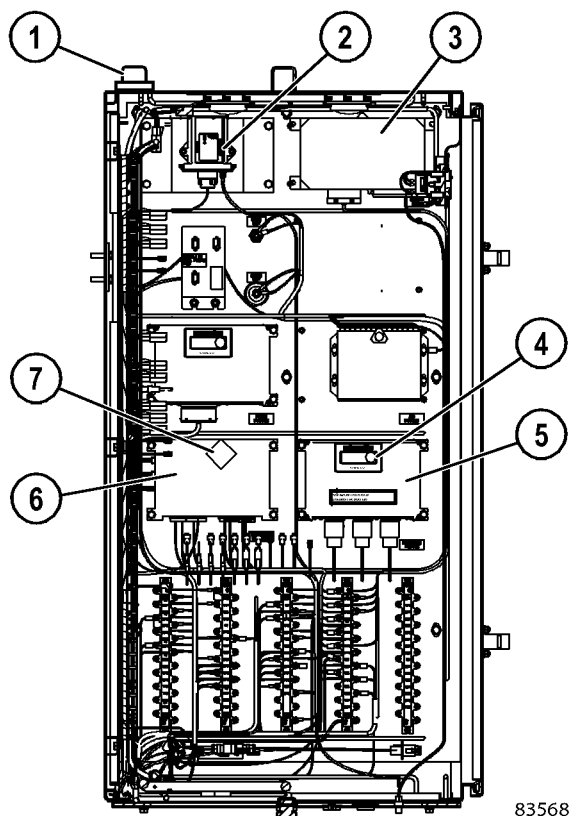
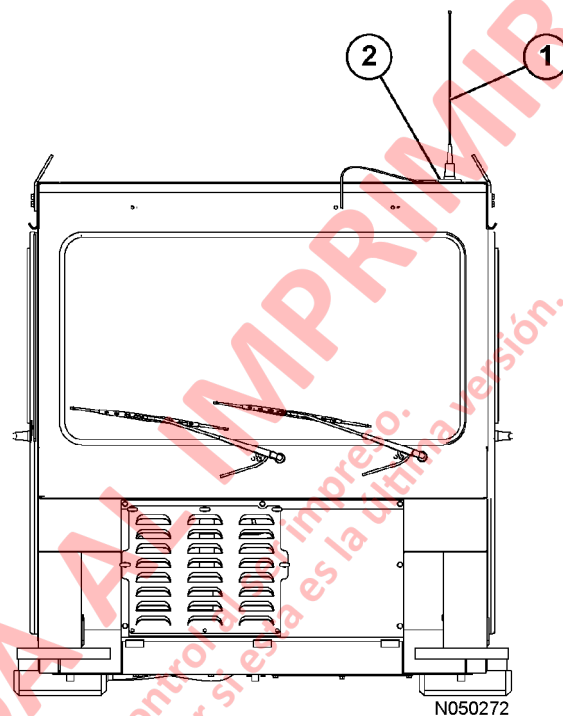

FIGURA 5-13. UBICACIÓN DE LOS COMPONENTES DE KOMTRAX PLUS
FIGURA 5-14. ANTENA DE ORBCOMM
Este sistema usa el controlador de KOMTRAX Plus (conocido anteriormente como VHMS) (6, Figura 5-13) para recopilar los datos de operación del camión provenientes de los sensores y otros controladores instalados en el camión. La información almacenada en KOMTRAX Plus se traspasa a un computador personal (PC) o se transmite directamente a través de un satélite de comunicaciones (mediante el controlador de ORBCOMM). Estos datos luego quedan compilados en el servidor de Komatsu. Según estos datos, el distribuidor de mantenimiento de Komatsu sugerirá mejoras y entregará información para reducir los costos de reparación y tiempo de inactividad de la máquina.
El sistema KOMTRAX Plus se enciende al colocar el interruptor de arranque de la máquina en ON. Justo después de recibir el suministro de 24 V del interruptor de arranque, el controlador de KOMTRAX Plus comenzará la secuencia de inicialización. Esta secuencia dura alrededor de tres segundos, tiempo en el que los dígitos LED rojos (7, Figura 5-13) mostrarán una secuencia circular de segmentos LED parpadeantes.
El controlador de Orbcomm (3, Figura 5-13) transmite datos mediante la antena (1, Figura 5-14) montada en la parte superior de la cabina. El cable coaxial de esta antena está instalado por dentro de la cabina para protegerlo contra posibles daños. Si la antena o el cable coaxial se dañan, reemplácelos.
El módulo de interfaz (3, Figura 5-13) recibe datos desde los sensores instalados en el camión y envía esta información al controlador de KOMTRAX Plus. Hay una luz LED verde pequeña en la superficie del controlador, la cual debe parpadear al colocar el interruptor de arranque en ON. Si se enciende de forma fija, indica que existe un problema en el controlador.
El puente inalámbrico de Komatsu (2, Figura 5-13) permite transferir información desde el controlador de KOMTRAX Plus a un computador portátil que pueda conectarse a redes inalámbricas. La información que se descarga por medio del KWB (puente inalámbrico de Komatsu) es la misma que se recopila durante una descarga manual desde el sistema KOMTRAX Plus. Las descargas pueden realizarse con el computador portátil ubicado cerca o dentro del camión detenido, o se puede colocar el computador cerca de un camino donde circulen camiones. El tiempo total de descarga es aproximadamente 10 segundos. Si solo se descarga una parte de los datos cuando el camión pase cerca de un computador portátil, la información restante se descargará la próxima vez que se realice una descarga de datos.